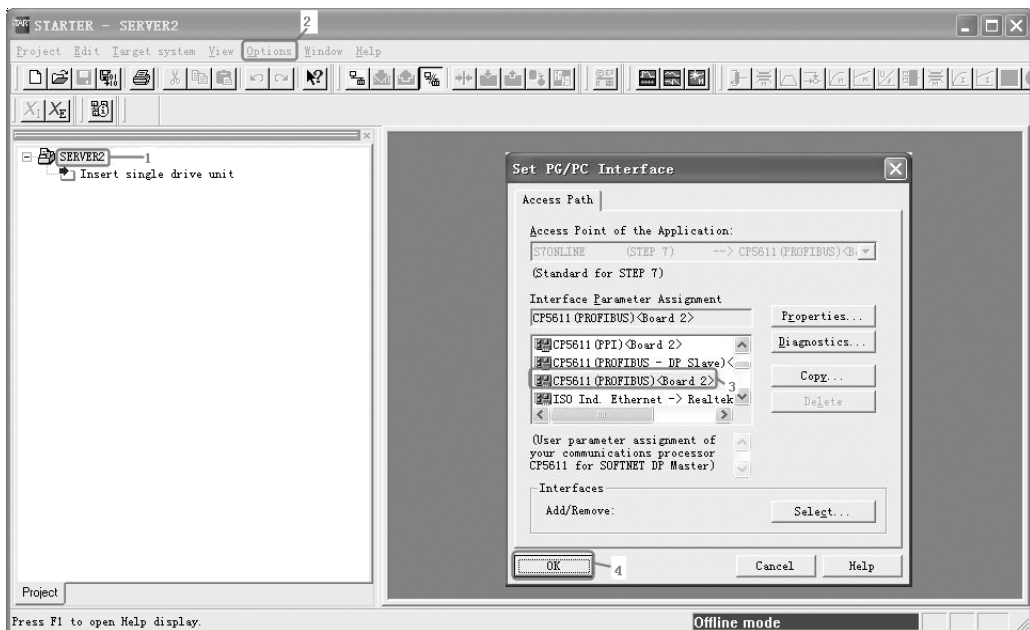

图 11-40 设置 PC 与 SINAMICS S120 通信的路径
③ 设置 PC 与 SINAMICS S120 通信的路径。先选中“SERVER2”，再在菜单中单击“Options”→“Set PG/PC Interface”，弹出“Set PG/PC Interface”界面，选中“CP5611 (PROFIBUS)”选项，最后单击“OK”按钮，如图 11-40 所示。